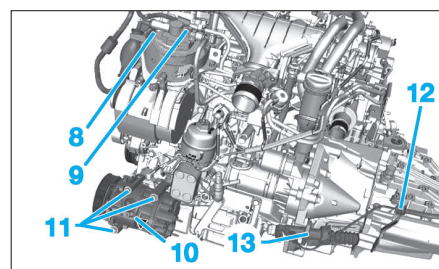

Fig. 68
- Désaccoupler, obturer et écarter les durits de carburant (8) et (9) (Fig.68).
- Déconnecter le connecteur (10) du compresseur de climatisation.
- Déposer le compresseur de climatisation (11).
- Dégrafer la canalisation hydraulique (12) du récepteur d'embrayage.
- Déposer et écarter le récepteur hydraulique (13).